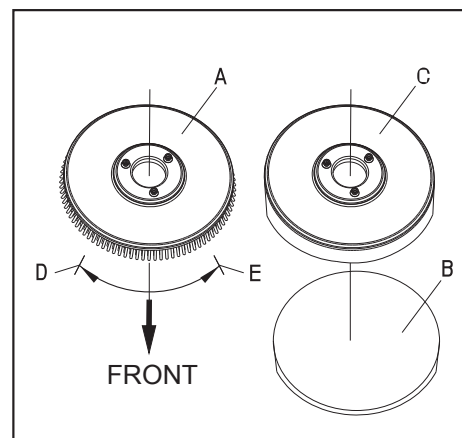

FIGURA 8
Según el tipo de suelo a limpiar, la máquina se puede instalar con el cepillo (Figura 8, A), o un portabayetas (Figura 8, B y C).
1. Asegúrese de que el interruptor (41) está en la posición de desconexión (Off).
2. Presione hacia abajo el mango (2) para levantar el cuerpo de depósito (26).
3. Coloque el cepillo (A) o el portabayetas (B - C) debajo de la caja.
4. Utilice la manija (2) para bajar el cuerpo de depósito (26) a tomar contacto con el cepillo o portabayetas.
5. Para instalar el cepillo o portabayetas, adjuntar manualmente siguiendo la punta de la flecha (D) (como se muestra en la Figura 8).
6. Retirar girando el cepillo o portabayetas en la dirección opuesta.. (Figura 8)